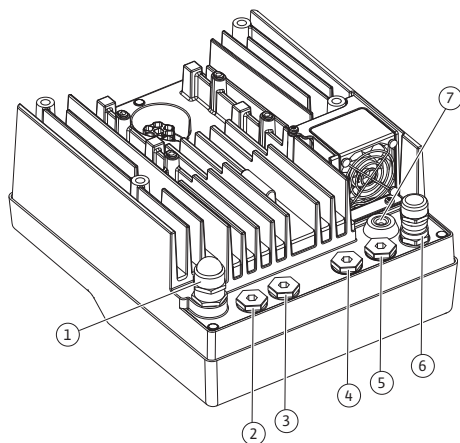
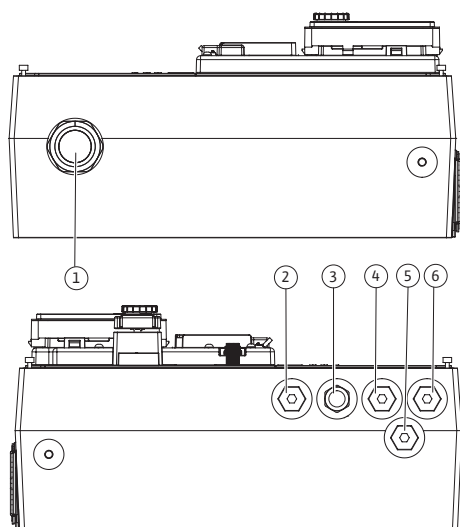

Fig. 21: Στυπιοθλίπτες καλωδίων/Ανοίγματα διέλευσης καλωδίων (0,37 kW ... 7,5 kW)
Fig. 22: Στυπιοθλίπτες καλωδίων/Ανοίγματα διέλευσης καλωδίων (11 kW ... 22 kW)
Στην ηλεκτρονική μονάδα (Fig. 21) υπάρχουν έξι ανοίγματα διέλευσης καλωδίων προς τον χώρο ακροδεκτών. Το καλώδιο για την τροφοδοσία τάσης του ηλεκτρικού ανεμιστήρα στην ηλεκτρονική μονάδα είναι τοποθετημένο στις .
Στην ηλεκτρονική μονάδα (Fig. 22) υπάρχουν στη μία πλευρά πέντε ανοίγματα διέλευσης καλωδίων προς τον χώρο ακροδεκτών. Το άνοιγμα διέλευσης καλωδίων για την τροφοδοσία τάσης βρίσκεται στην άλλη πλευρά.
Στυπιοθλίπτες καλωδίων, συμπεριλαμβανομένων παρεμβυσμάτων για τα ανοίγματα διέλευσης καλωδίων 2 ... 5 (Fig. 21 και Fig. 22) παρέχονται με το προϊόν ως σετ.
4. Περάστε το καλώδιο σύνδεσης μέσα από τον στυπιοθλίπτη καλωδίου M25 (Fig. 21, θέση 1, για 0,37 kW ... 7,5 kW).
Περάστε το καλώδιο σύνδεσης μέσα από τον στυπιοθλίπτη καλωδίου M40 (Fig. 22, θέση 4, για 11 kW ... 22 kW).